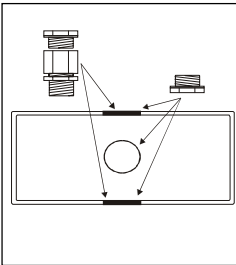

Fig. 1 :
- 6 Praticare fori di ingresso dei cavi nella cassetta di plastica e in quella di metallo aprendo i fori incompleti (vedere fig. 1).